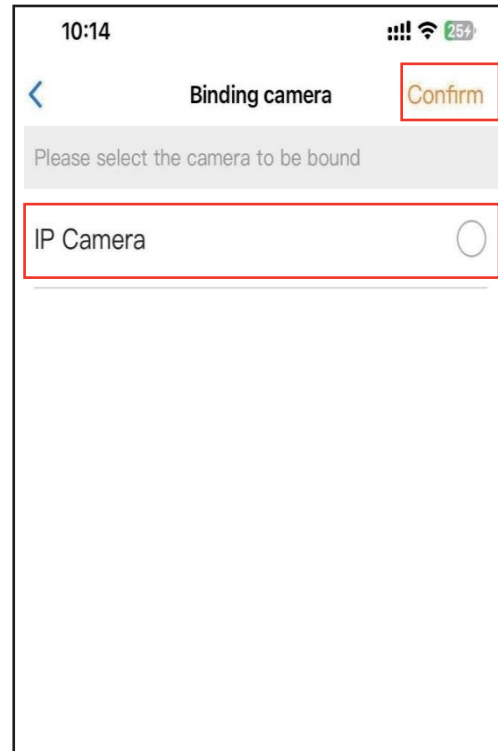

Abb. 23
Schritt 2. Wählen Sie „**IP-Kamera**“ aus und tippen Sie auf „**Bestätigen**“. (Abb. 23)